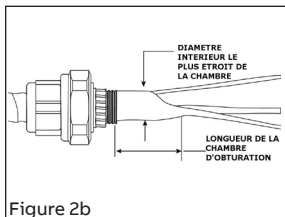

Figure 2b
- 3b Appliquer un peu de pâte entre les conducteurs isolés ainsi qu'entre les brins du conducteur de terre non isolé. Rapprocher les conducteurs et les enrober de pâte. Utiliser assez de pâte pour former un bouchon de diamètre approximativement égal au diamètre intérieur le plus étroit de la chambre d'obturation et d'à peu près la même longueur que la chambre d'obturation (Figure 2b).